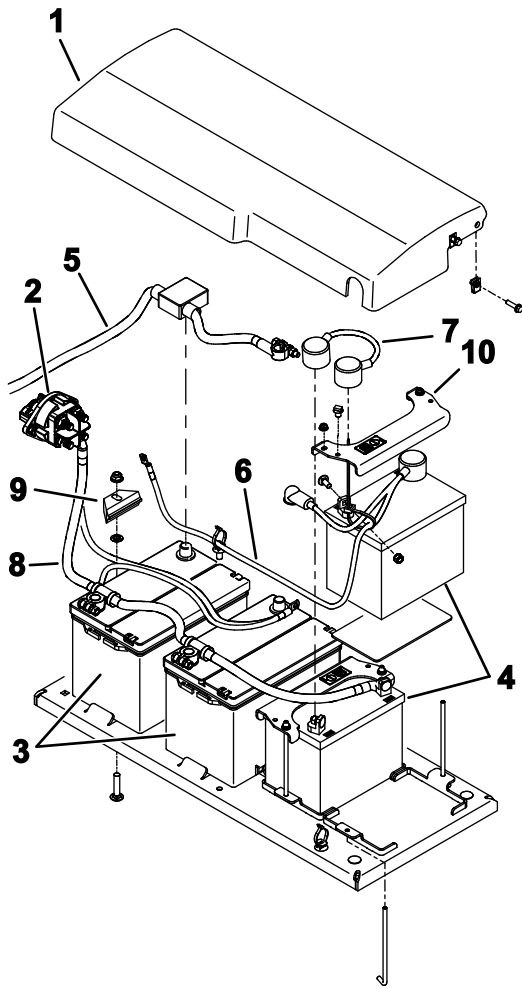

図 110
6. バッテリーカバーを機体に固定している固定具を外してカバーを外す 図 110。
9. 機体からバッテリーを注意深く取り外す 図 110。
1. バッテリー押さえを使ってバッテリーを固定する 図 110。